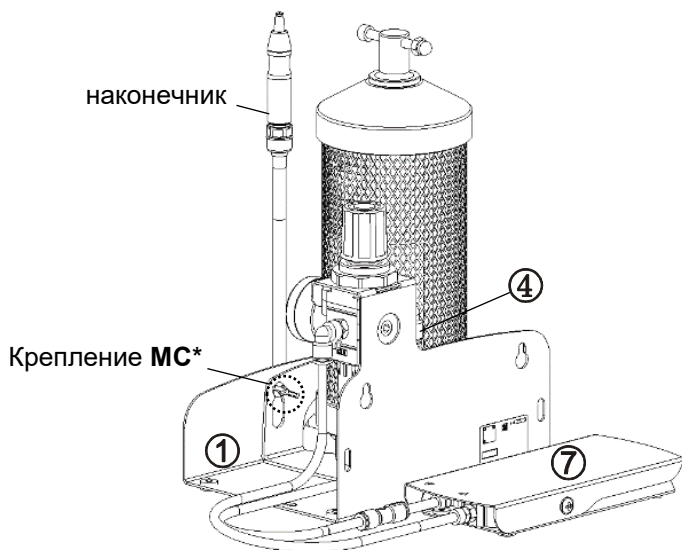

Рис. 3 Крепление **АМС**
- Подсоедините магистраль сжатого воздуха (не более 6 атм) пневмотрубкой Ø8 мм ведущей к штуцеру (**4**) (быстроразъемный штуцер). (Рис. 3)